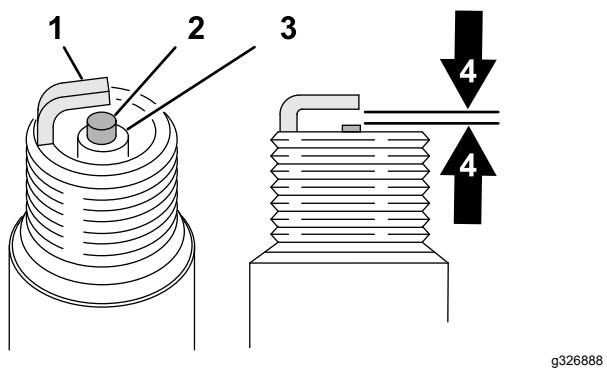

Figure 165
- Examinez le centre des bougies (Figure 165). Si l'isolateur est recouvert d'un léger dépôt gris ou brun, le moteur fonctionne correctement. S'il est couvert d'un dépôt noir, c'est généralement signe que le filtre à air est encrassé.